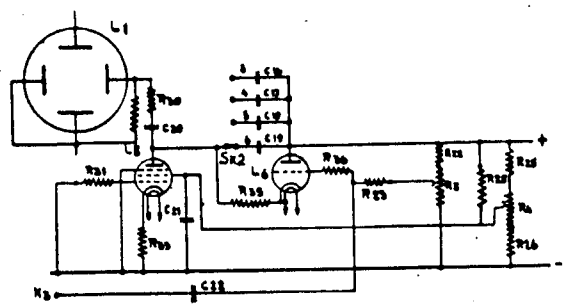

FIG.2
F. Door middel van L5 wordt één der condensatoren C16 t/m C19 geladen (fig.2). De spanning op de anode van L5 komt via een der genoemde condensatoren. Een deel van deze spanning wordt dus door de platen aan de condensator vastgehouden.